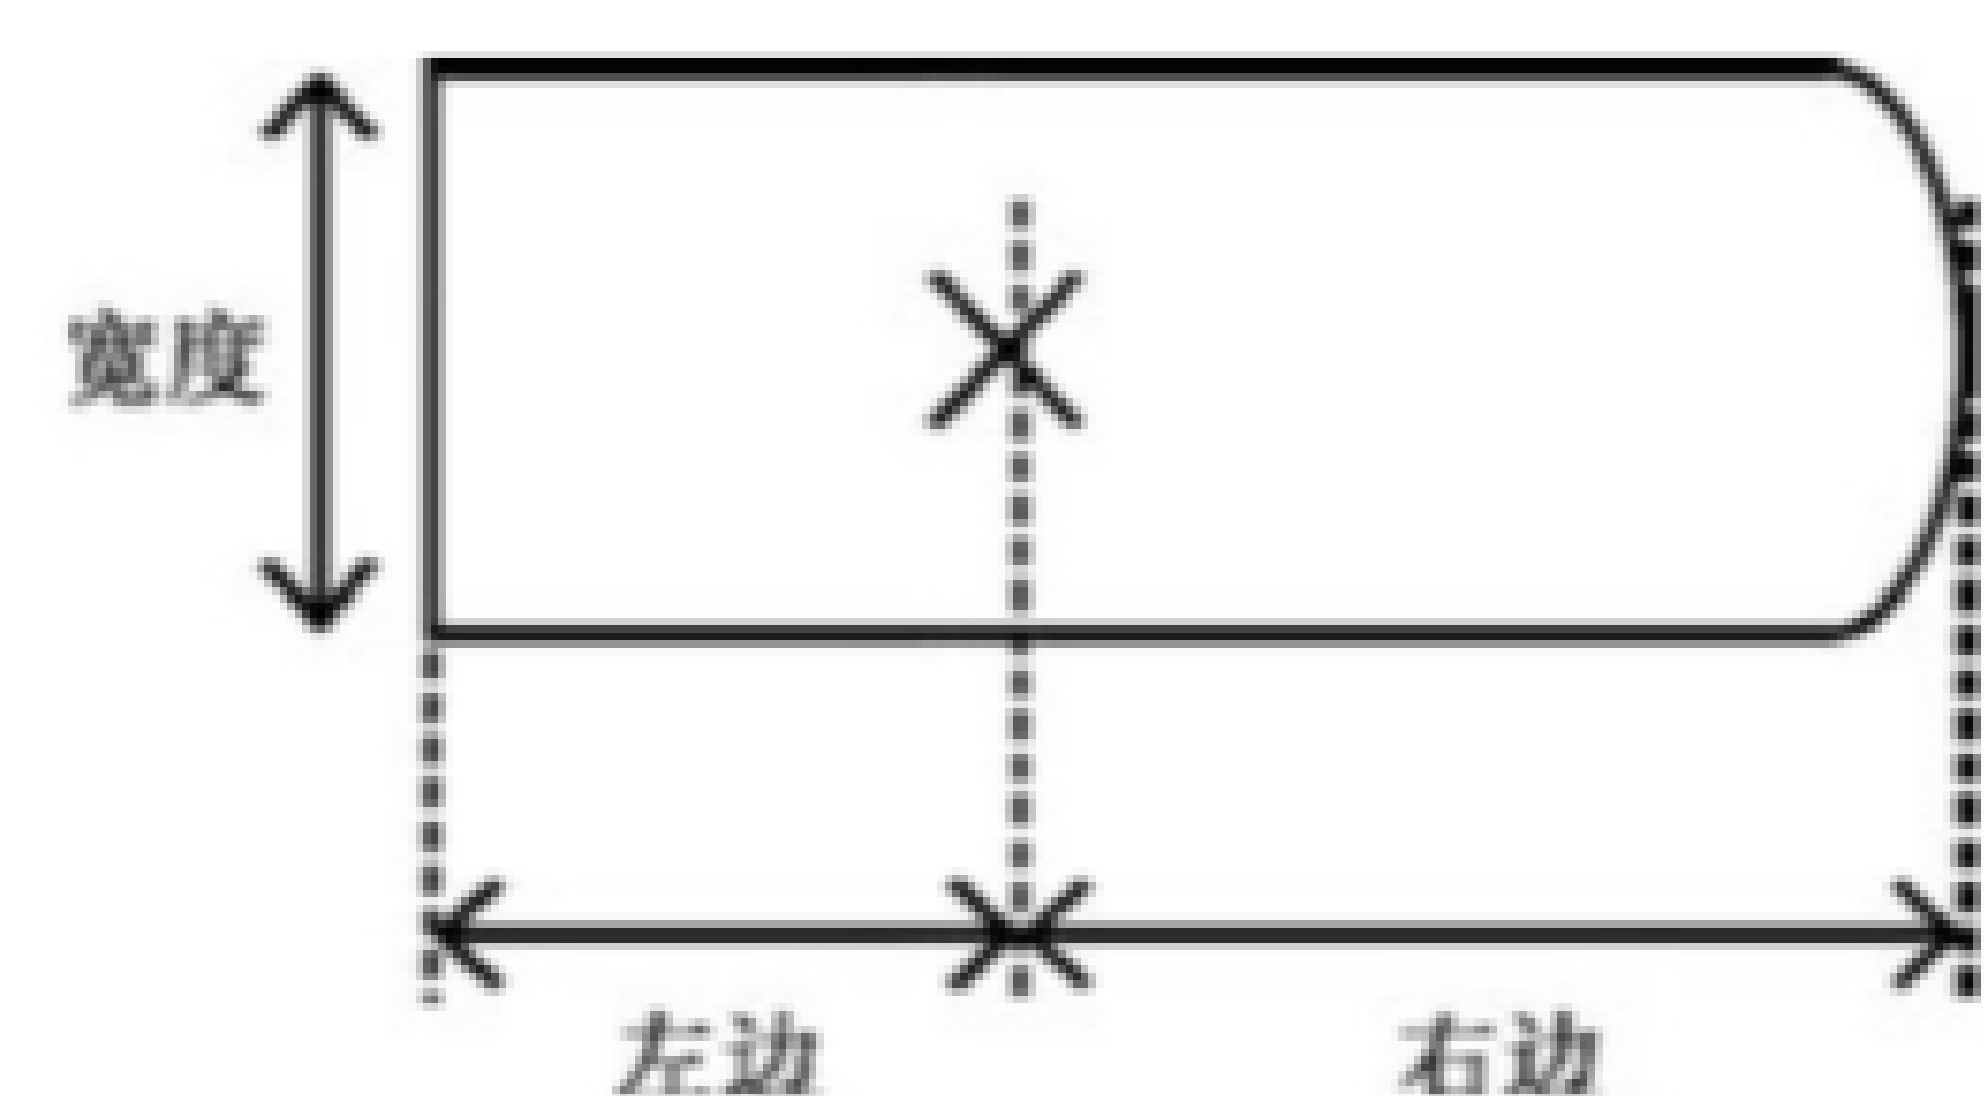

图 79 弹形
- g) id bullet widthleft right: 每个弹形都由宽度、左边和右边定义, 定义应出现在一行上, 参考点如图 79 所示, 标记为 X。